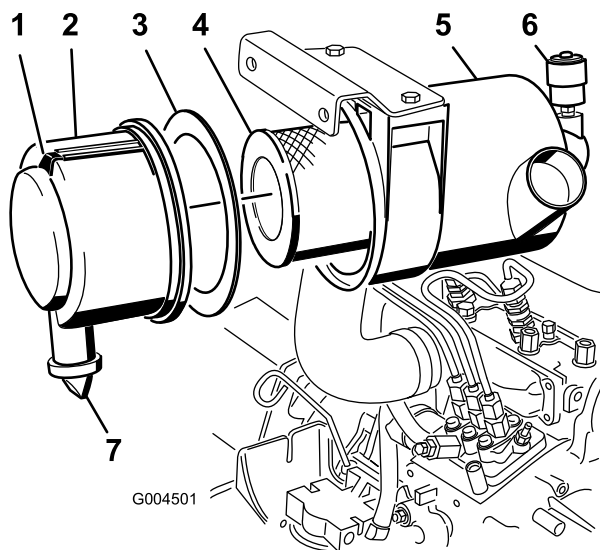

Figura 58
- Revise el filtro del limpiador de aire cuando el indicador del limpiador de aire se vea rojo (Figura 58) o cada 400 horas (más frecuentemente en condiciones extremas de polvo o suciedad). No limpie con demasiada frecuencia el filtro de aire.
1. Tire hacia fuera del enganche y gire la tapa del limpiador de aire en el sentido contrario a las agujas del reloj (Figura 58).
2. Retire la cubierta de la carcasa del limpiador de aire (Figura 58).
4. Retire y cambie el filtro primario (Figura 58).
6. Asegúrese de que la junta de gomaespuma está colocada en la tapa y que no está desgarrada ni dañada (Figura 58). Si está dañada, cámbiela.
- A. Retire la válvula de salida de goma de la cubierta (Figura 58).
10. Reinicie el indicador (Figura 58) si se ve rojo.